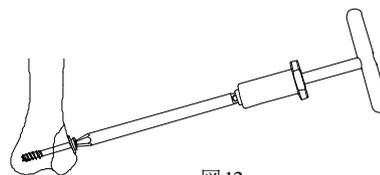

図12
- \*1) スクリューのねじ込みや抜去の際に、ヘッド部六角穴を壊してしまった時の為に、オーバーサイズドライバーを用意してあります。4.0CCSの六角穴は、花形形状になっている為、パワービンドライバーより少し大きめのオーバーサイズドライバーを使用することができます(図12)。